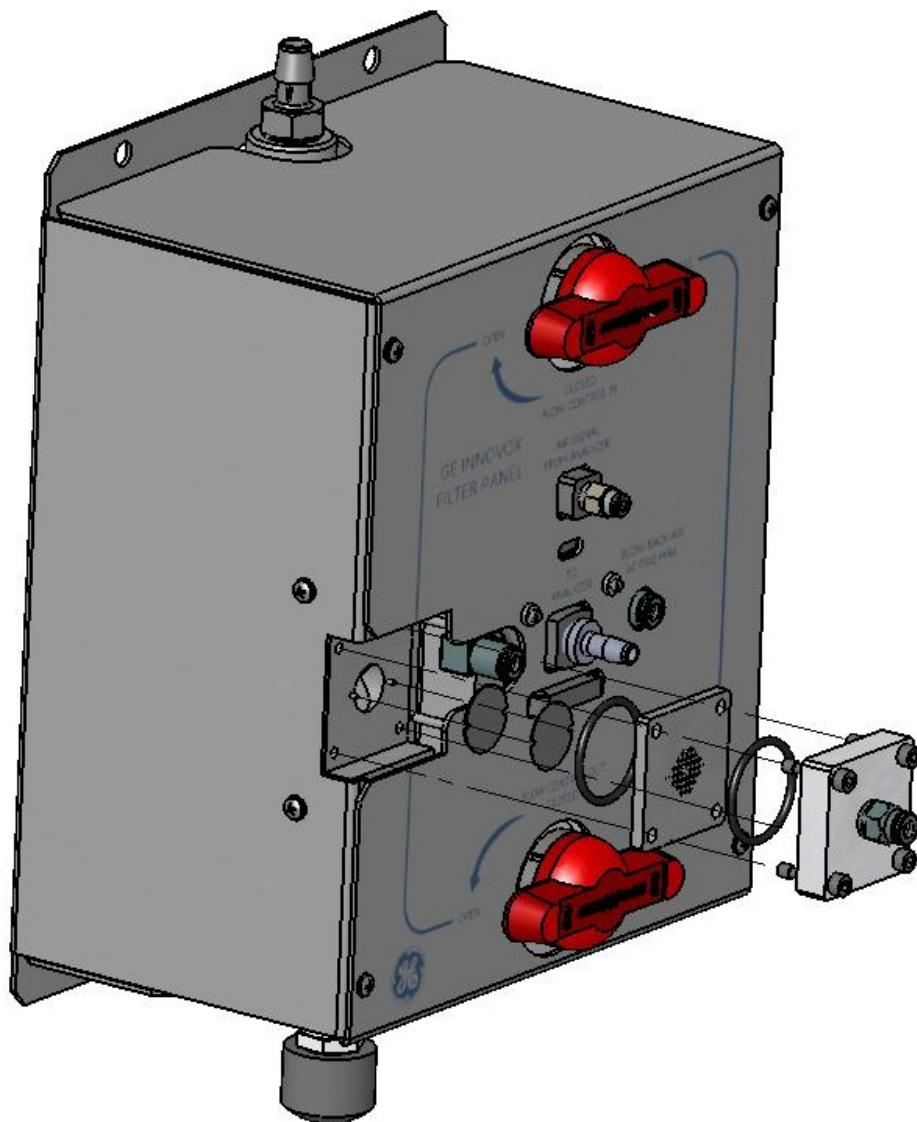

图 5: 过滤器和滤网
5. 拧开过滤器上的 4 个固定螺丝，取下盖子和扩散片（见图 5）。
5. 拧松过滤器上的 4 个固定螺丝，取下盖子和扩散板（参见第 40 页图 5）。